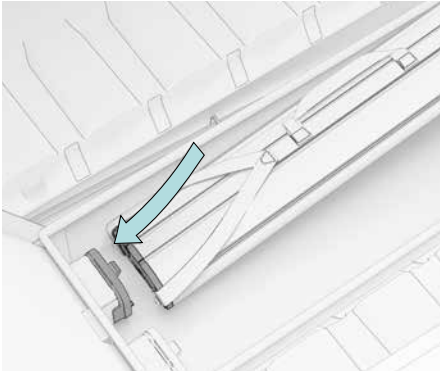

Abb. 15
1. Setze die Rückseite des Akkus vorsichtig an den Stecker im Akkugehäuse an (Abb. 15).